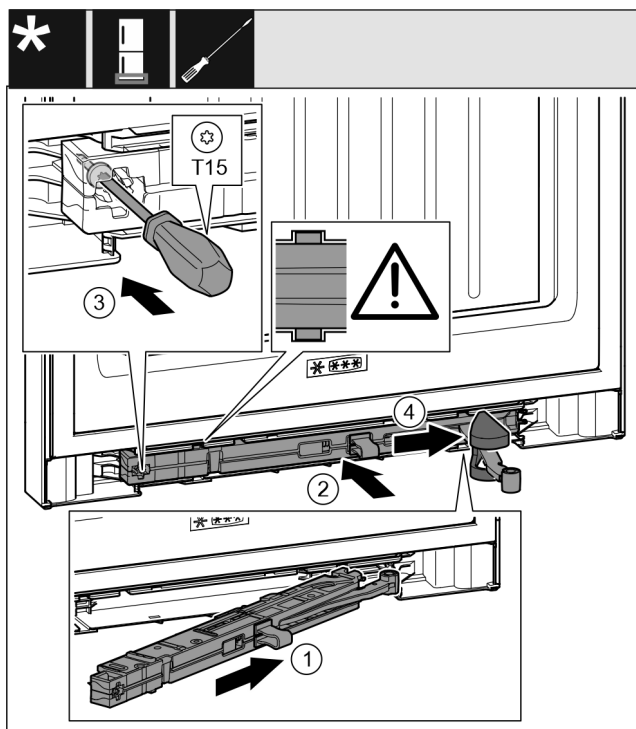

Fig. 31
- Inserire in diagonale l'unità dell'ammortizzatore di chiusura Fig. 31 (1) nel vano sul lato del blocco di supporto fino a battuta.
- Inserire completamente nel vano l'unità dell'ammortizzatore di chiusura Fig. 31 (2).
- Stringere la vite Fig. 31 (3) con un cacciavite.
- Spostare la copertura Fig. 31 (4) sul giunto.